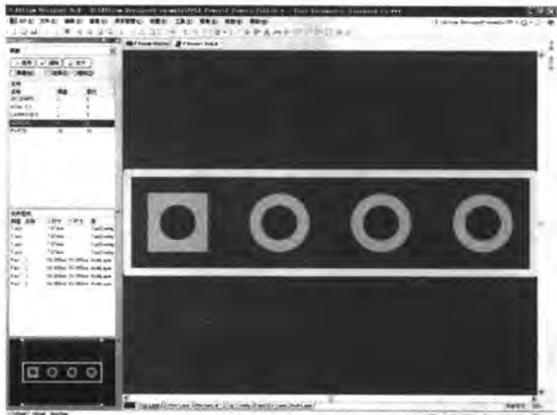

图 10-36 生成 PCB 项目元器件库
- [2] 执行【设计】/【生成 PCB 库】命令后，系统自动生成了 PCB 库文件“F Power1. PcbLib”，保存在【Projects】面板的“Free Documents”文件夹中，并切换到 PCB 库文件编辑环境中，如图 10-36 所示。